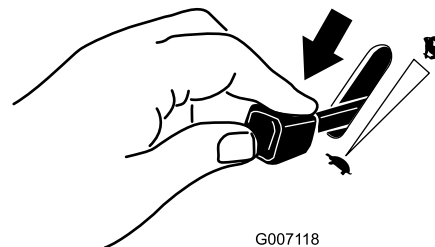

Figura 24
1. Mueva la palanca del acelerador a la posición de Lento (Figura 24).